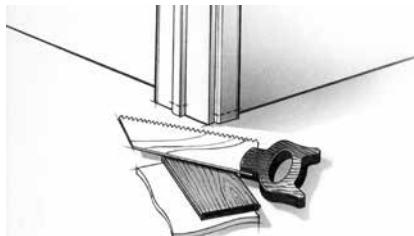

Fig. 1
2. Les garnitures et chambranles de porte doivent être taillés afin de permettre au revêtement de sol de bouger librement. Utilisez une retaillé de revêtement de sol pour appuyer la lame de scie à la bonne hauteur pour tailler (Fig.1).